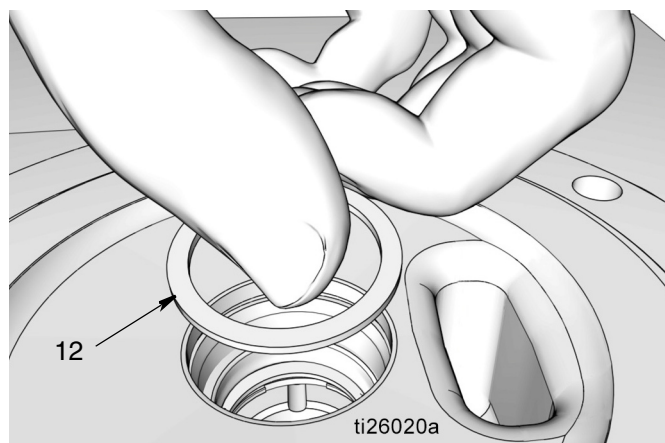

Рис. 36
- Установите распорную деталь (12) (Рис. 36).